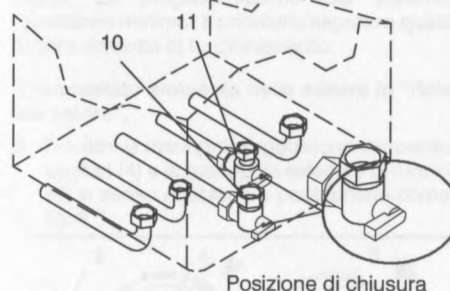

fig. 6.2
- 3 Richiudere il rubinetto gas 10 in fig. 6.2